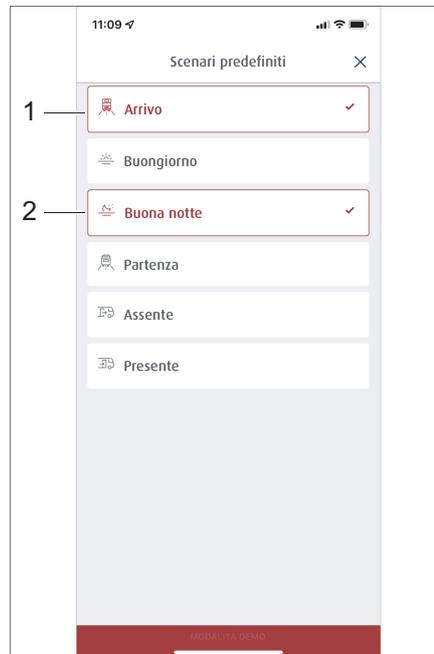
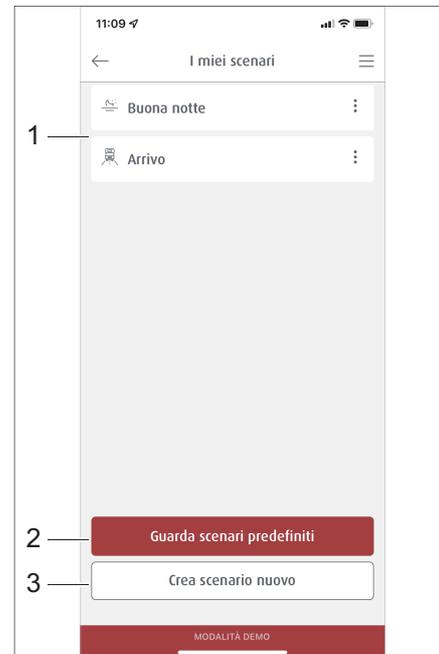

Fig. 291 Selezione di scenari precostituiti
Fig. 292 Gestione degli scenari
**Scenari** Nell'area *Scenari* sono riportati tutti gli scenari memorizzati (Fig. 292,1). Scenari precostituiti (Fig. 292,2) possono essere visualizzati oppure essere creati ex novo (Fig. 292,3).
- Digitare nel menu *Scenari* il pulsante *Visualizzare scenari precostituiti* (Fig. 292,2). Viene visualizzata una lista con scenari precostituiti.
- Digitare il pulsante degli scenari desiderati, ad esempio *Arrivo* (Fig. 291,1) e *Buona notte* (Fig. 291,2). I pulsanti degli scenari selezionati sono ora bordati di rosso e vengono acquisiti nella lista del menu *I miei scenari* (Fig. 292,1).